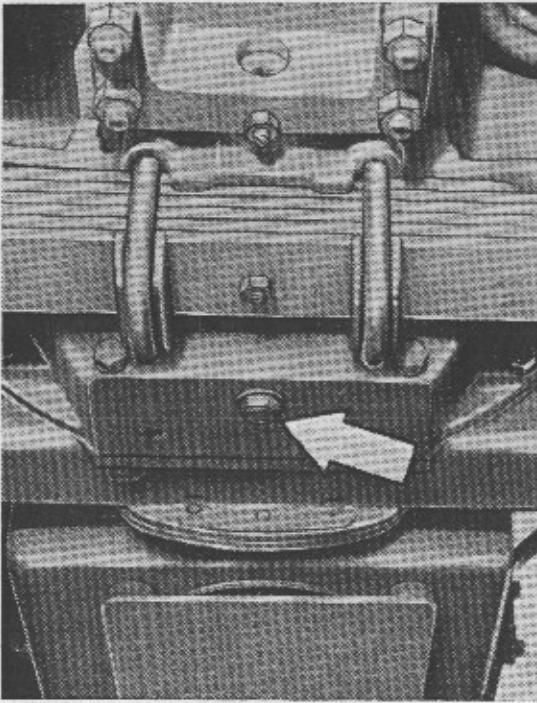

Fig. 47
- 5) **Carter frizione centrale** - Togliere il tappo posto nella parte inferiore del carter contenente la frizione motore per consentire lo scarico dei depositi che eventualmente vi si fossero formati (fig. 47).